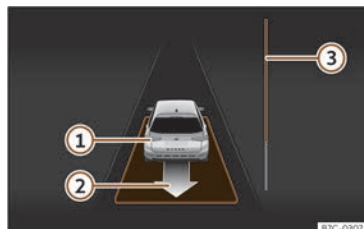

Fig. 178 A la pantalla del quadre d'instruments: sortir de l'aparcament d'un forat en línia.
- Retrocediu fins que soni el senyal continu del ParkPilot; **O BÉ:** feu marxa enrere fins que a la pantalla del quadre d'instruments aparegui la indicació de fer marxa endavant. La barra de progrés»» **fig. 178 ③** indica la distància que cal recórrer»» pàg. 274.